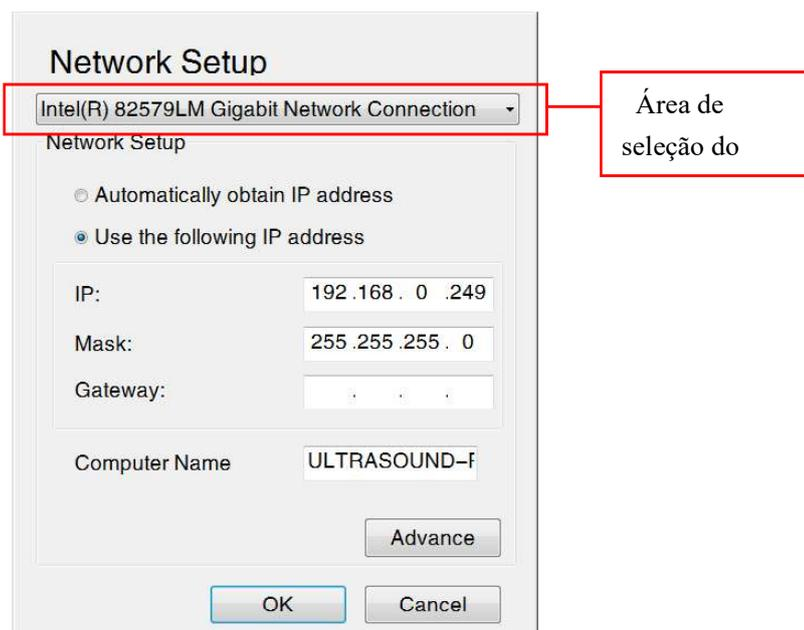

Fig. E-3 Tela Configuração de rede
- 2) Selecione **Configuração de Rede** para entrar na tela **Configuração de Rede**, conforme mostrado na Fig. E-3.